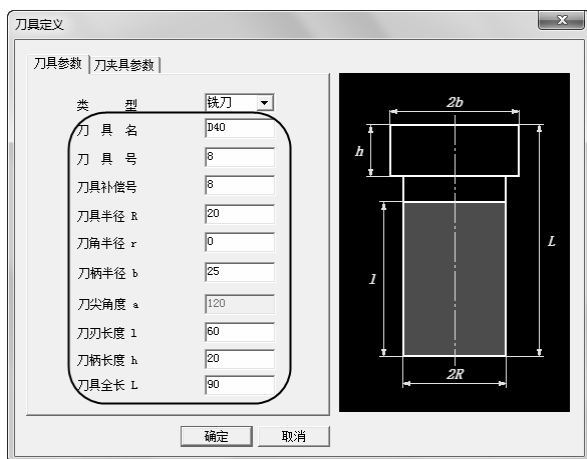

图 2-94 “刀具定义”对话框
7) 单击“刀具参数”选项卡，选择“增加刀具”按钮，系统弹出“刀具定义”对话框，设置刀具参数如图 2-94 所示。“刀夹具参数”设置为系统默认，然后单击“确定”按钮，刀具便增加到了刀具库中。